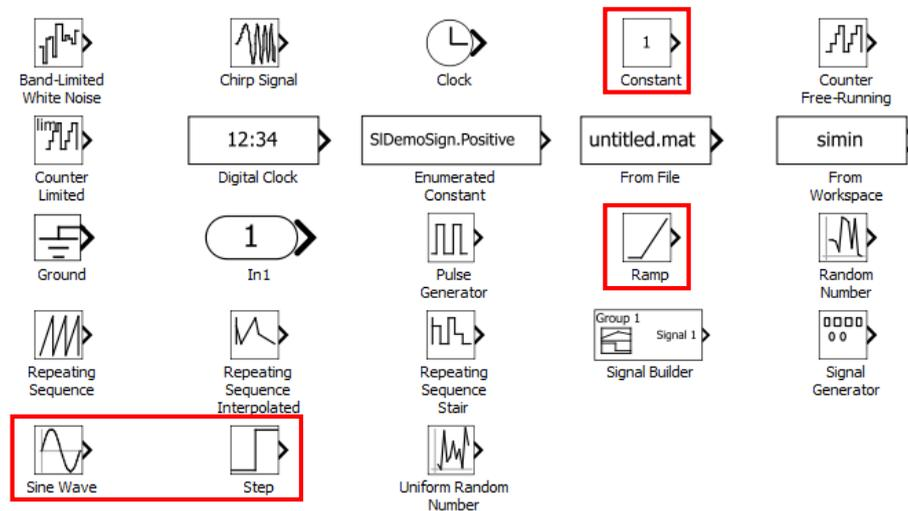

FIGURE 5 – Composants de la librairie Sources
- Sources : les composants de cette librairie sont représentés sur la Figure 5.